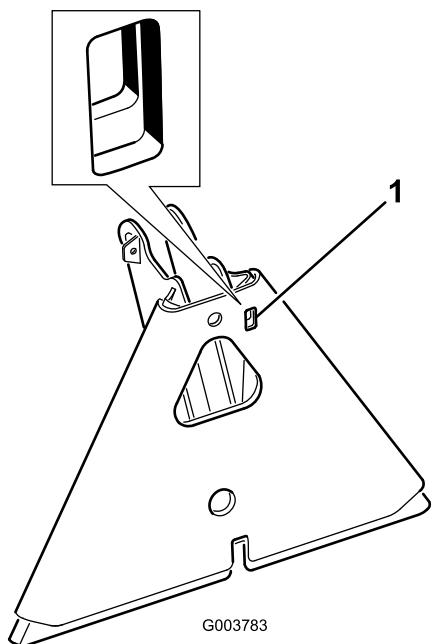

Bild 9
**Hinweis:** Wenn der Anbaugerätadapter am Adapter der Zugmaschine feststeckt, stecken Sie eine Brechstange in den Schlitz, um die Teile zu trennen (Bild 9).